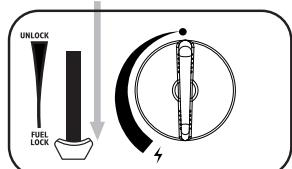
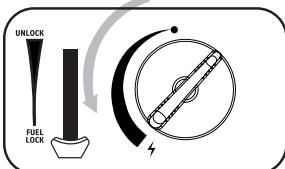

fig. 3
fig. 4
3. Abaissez le levier de la cartouche (6) (Fig.3) et fermez le couvercle de la cartouche.
4. Si vous entendez un "sifflement", la cartouche n'a pas été insérée correctement. N'essayez pas d'allumer l'appareil, mais placez le levier (6) en position "UNLOCK", répétez les étapes (1-4).
5. Poussez et tournez le bouton (8) jusqu'à la position de tir jusqu'à ce qu'il s'enclenche (Fig.4). Maintenez le bouton dans cette position pendant quelques secondes pour amorcer le thermocouple. Répétez ce processus jusqu'à ce que le brûleur s'allume.